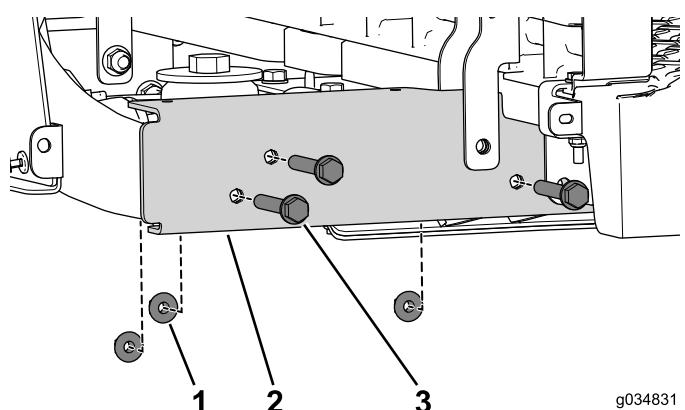

図 66
5. フランジボルト3/8 x 2-1/2インチ3本とナットを外す図 66。車体の反対側でも同じ作業を行う。